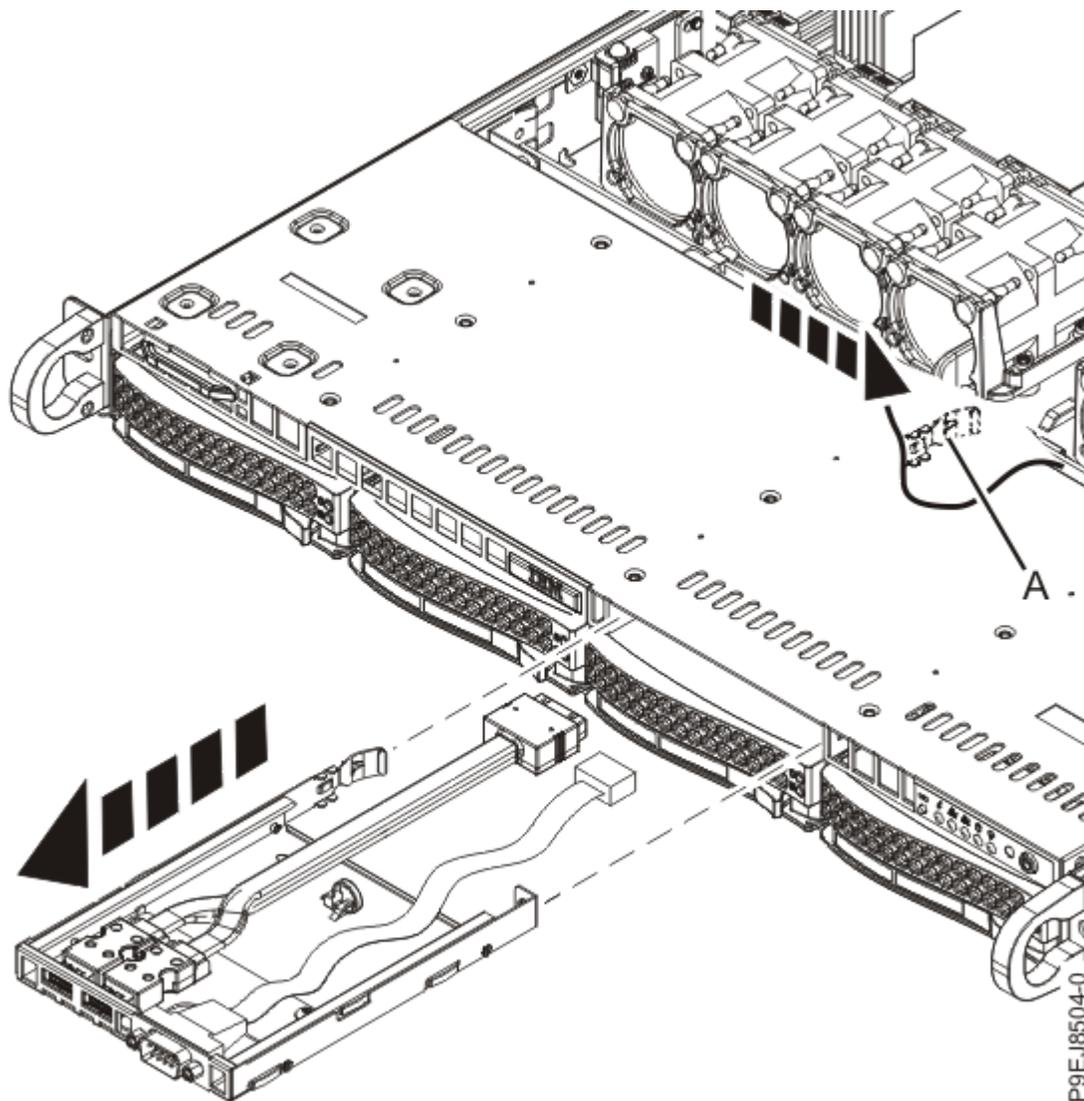

図 63 : USB ケーブルおよびコネクタの取り外し
3. USB ケーブルおよびコネクタ を取り外します (72 ページの図 63 を参照)。
- a) リリース・ラッチ (A) を左に押し、ラッチをシャーシの前面方向へ少し押しします。